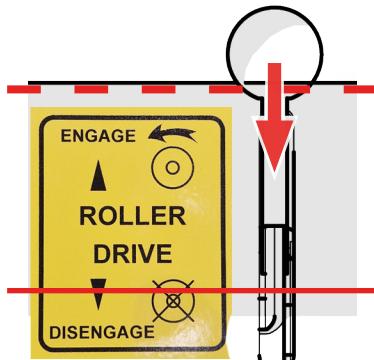

Abb. 10E – Antriebshebel lösen.
8. Zum **Anhalten** den Antriebshebel nach hinten in die „Auskopplungsposition“ ziehen. Die Kassette dreht sich weiter, wenn der Sicherheitsbügel ebenfalls gedrückt ist (Abb. 10E).